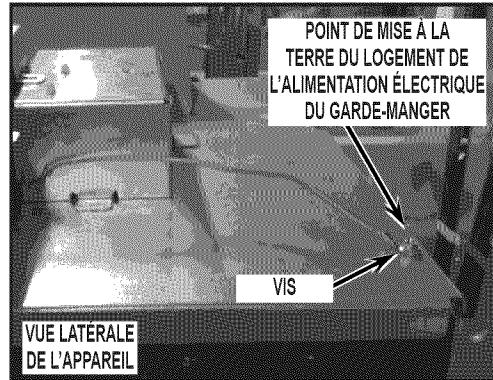

FIGURE 9
11. Retirer la vis du sommet du couvercle du condenseur et s'en servir pour fixer le fil de terre du logement de l'alimentation électrique du garde-manger comme illustré à la *Figure 9*.